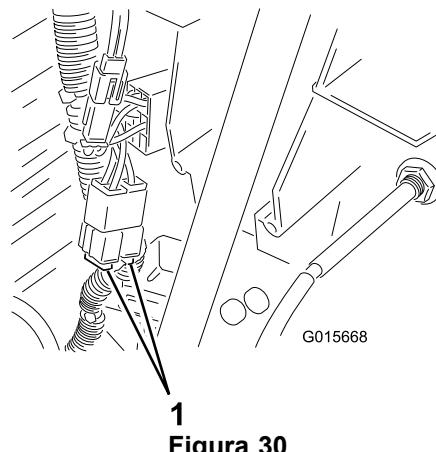

Figura 30
1. Levante el capó y localice el fusible debajo del depósito de combustible (Figura 30).